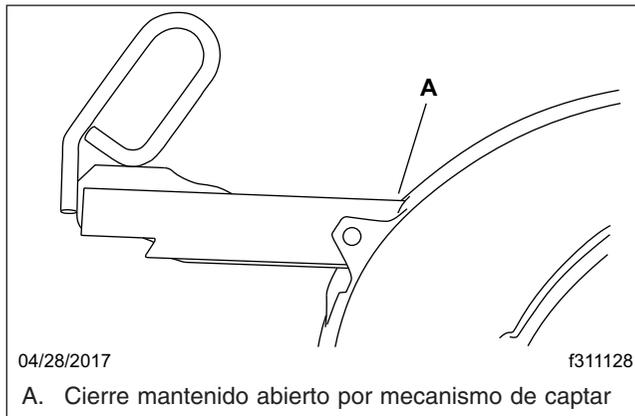

Figura 17.7, Manija de liberación de Jost en posición abierta
2. Abra las mordazas del remolque. Vea la Figura 17.7.
- 6.3 **Jost:** Jale la manija retraíble hacia afuera, entonces asegúrela en la posición abierta con la traba. Vea la Figura 17.7.